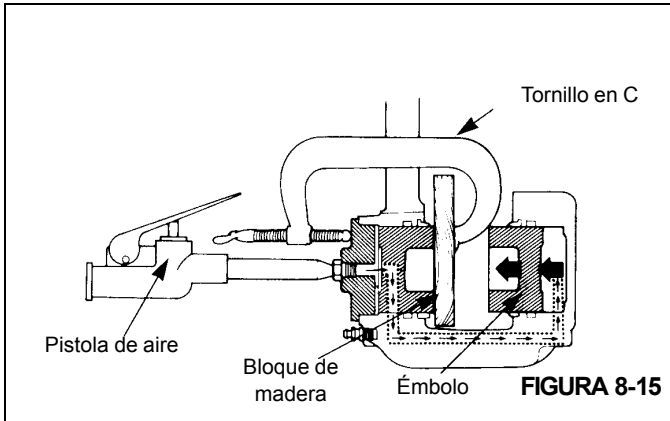

FIGURA 8-15
- b. Aplique aire comprimido al adaptador de entrada para forzar la salida de los émbolos de la otra caja. Si un émbolo sale antes que el otro, coloque un pedazo de madera delante del émbolo que salió primero. Aplique aire comprimido para forzar la salida del otro émbolo fuera de la caja. Consulte la (Figura 8-15).